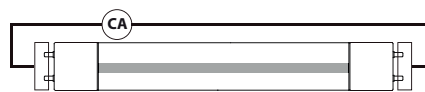

Figure 1. - Connexion à deux extrémités
6. Les lampes MaxLite LED T8 sont conçues pour des connexions à deux extrémités (**Figure 1**).